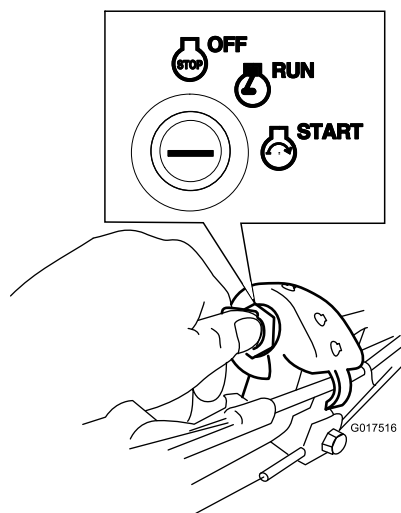

Figure 17
- Clé de contact :** Tournez et maintenez la clé de contact en position de démarrage (Figure 17) ; puis relâchez la clé lorsque le moteur démarre.
- Tournez la clé de contact à la position de marche (Figure 17).